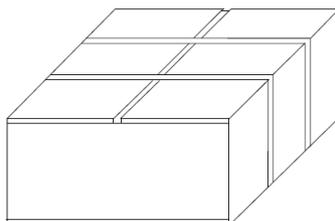

Figura 2-5 Colóquelo en la plataforma sin problemas
- 1) La caja de empaque debe colocarse suavemente sobre la plataforma, como se muestra en la Figura 2-5.